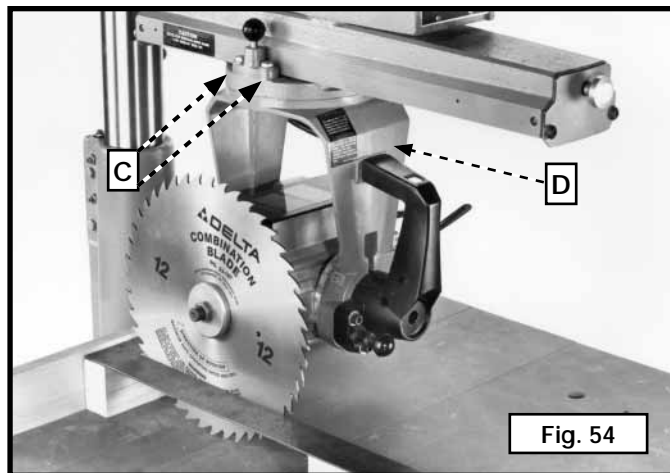

Fig. 54
3. Pour effectuer le réglage, desserrer le bouton de blocage de la fourche et les deux vis (C) fig. 54. Faire pivoter la fourche (D) jusqu'à ce que la lame soit parallèle avec l'équerre puis serrer le bouton de blocage de la fourche et les deux vis (C) fig. 54.